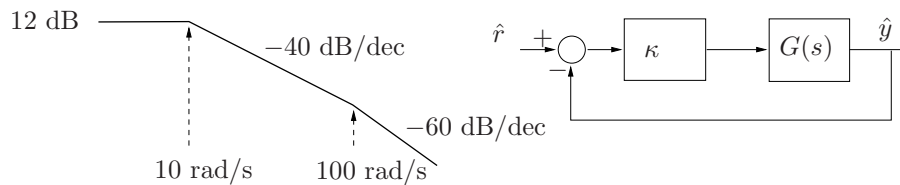

Figura 1: Diagrama de Bode em malha aberta e estrutura em malha fechada.
**Exercício 2** O diagrama de Bode assintótico de módulo de um sistema de fase mínima, denotado pela função de transferência  $G(s)$ , e a estrutura de controle em malha fechada estão representados na Figura 1. Sabendo que  $G(s)$  apresenta dois polos complexos conjugados com fator de amortecimento 0,7: